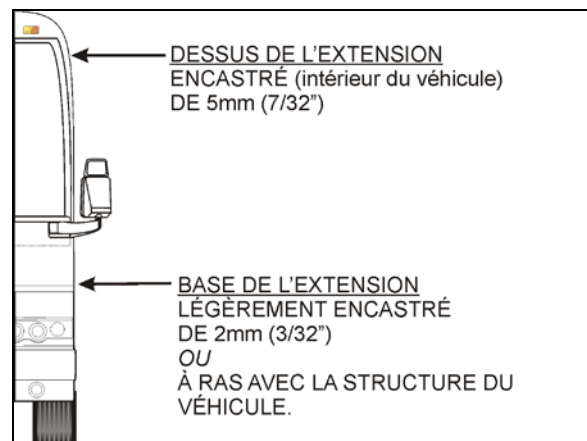

FIGURE 27: RÉGLAGE DE L'INCLINAISON 26055
5. En utilisant la vis de niveau numéro 3, régler l'inclinaison pour avoir le haut de l'extension décalé de 5 mm (7/32") (voir Figure 27).